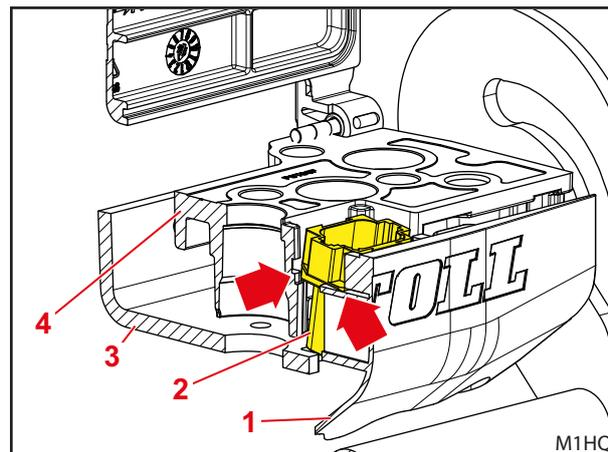

Abb. 13 Hydro-Fix-Unterteil mit integrierter Elektro-Schnittstelle anbauen – Elektrik-Steckverbinder
- (5) Hydro-Fix-Unterteil auf Halter schieben (nicht ganz bis unten).
- (6) Elektrik-Steckverbinder leicht schräg stellen, sodass er beim Zusammenführen der Abdeckung und des Hydro-Fix-Unterteils in Führungen und Auflagen (siehe *Abb. 13*) gleitet.
- (7) Abdeckung ganz einschieben. Hydro-Fix-Unterteil gleichzeitig vorsichtig nach unten drücken.
- (8) Hydro-Fix-Unterteil mit 5 Schrauben M8x45 befestigen.